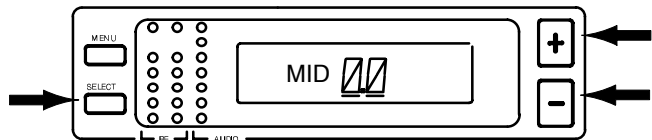

ABBILDUNG 27
3. Die SELECT-Taste drücken, um den aktuellen Squelchpegel einzusehen (der werksseitig eingestellte Wert ist „0,0“) (Abbildung 27).